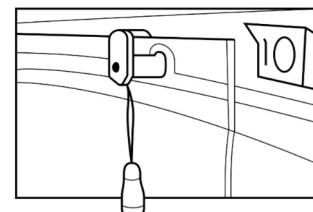

Рис.19
**Стеклянные двери.** Стеклянные двери изделия представляют собой раздвижную конструкцию; герметичность дверей обеспечивается за счет магнитного уплотнителя. Двери открываются и закрываются без усилий. Пожалуйста, не открывайте и не закрывайте двери с усилием во избежание повреждения кабины. В случае возникновения затруднений при открывании-закрывании дверей, смажьте направляющие роликов (нижний и верхний профили) силиконовой смазкой и отрегулируйте верхние ролики (**рис.19**).